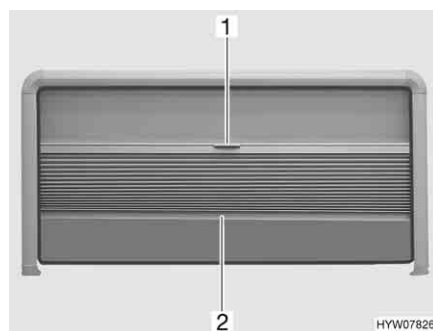

Fig. 79 Janela de projetar
- Agarre o estore opaco plissado pelo meio da régua de fecho (Fig. 79,2) e puxe-o cuidadosamente para baixo.
- Mantenha a régua de fecho (Fig. 79,2) do estore opaco plissado no meio e empurre cuidadosamente o estore opaco plissado para cima.
- Puxe cuidadosamente para baixo a mosquiteira pelo manípulo (Fig. 79,1).
- Empurre totalmente para cima lentamente a mosquiteira na régua de fecho do estore opaco plissado (Fig. 79,2).